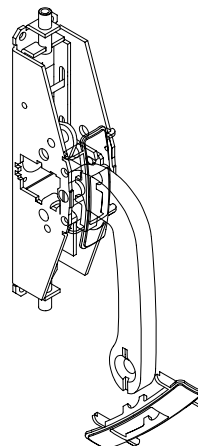

FIG. 9
- 6) Montare i terminali delle aste nella scatola principale tenendo premuta la staffa del maniglione (8).
- 8) Posizionare le borchie plastiche sulle staffe (fig. 9).
- 8) Position the plastic escutcheon plates on the stirrup brackets (Fig. 9).
- 6) Monter les terminaux des tiges sur le coffre principal en maintenant la bride de la poignée (8) enfoncée.
- 8) Positionner les caches en plastique sur les brides (fig. 9).
- 6) Coloque los terminales de las varillas en el cofre principal, manteniendo apretada la abrazadera de la barra (8).
- 8) Coloque los tachones plásticos en las abrazaderas (Fig. 9).
- 6) De uiteinden van de stangen in de hoofdkast monteren, door de beugel van de duwstang ingedrukt te houden (8).
- 8) De kunststof doppen op de beugels aanbrengen (afb. 9)
- 6) Jetzt montiert man die Stangenendstücke am Hauptkasten, indem der Türdrücker-Bügel (8) gedrückt gehalten wird.
- 8) Die Kunststoff-Rosetten auf den Bügeln (Abb. 9) positionieren.